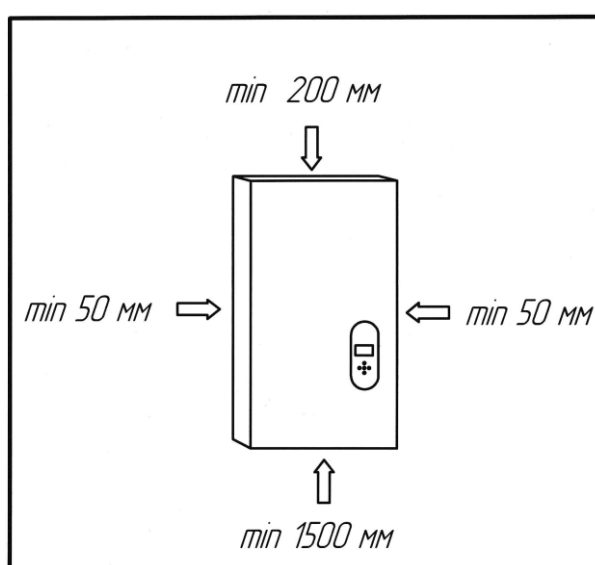

Рисунок 4
- минимальные расстояния от потолка, пола и стен указаны на рис.4.